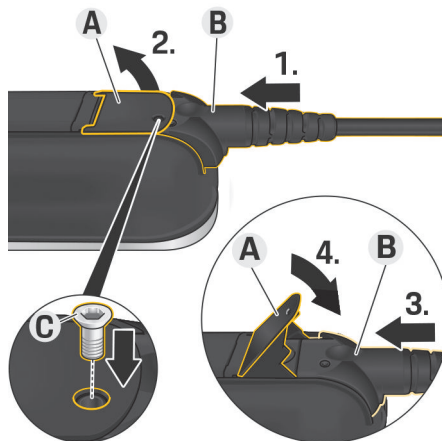

Fig. 500 Conectarea cablurilor și fixarea conectorilor
- ✓ Maneta A (Fig. 500) este închisă.
1. Introduceți conectorul B (Fig. 500) în unitatea de comandă până când simțiți prima dată rezistență.
2. Ridicați maneta A (Fig. 500).
3. Introduceți complet conectorul B (Fig. 500).
4. Închideți maneta A (Fig. 500).
5. Conector fixat B (Fig. 500) la unitatea de control cu șurubul C (Fig. 500).